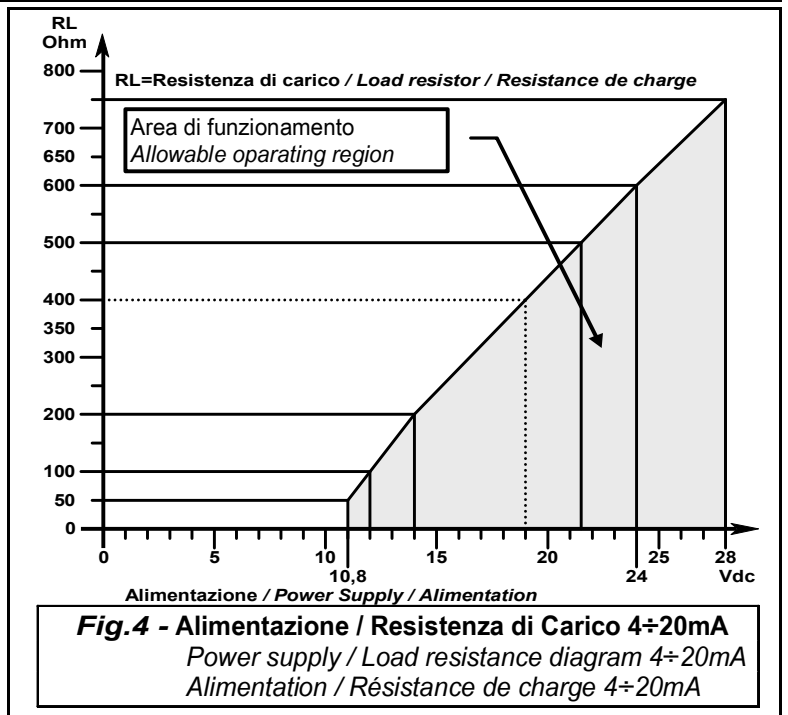

Fig. 4 - Alimentazione / Resistenza di Carico 4±20mA
Dans le cas où l'on utilise également le signal de sortie en 4÷20 mA, il convient d'utiliser du câbles à écran à 3 conducteurs + les conducteurs pour les sorties relais. Si l'on utilise une alimentation 12Vcc la résistance maximale de charge (RL) sera de 50 Ω, si on utilise une alimentation 24Vcc la RL sera de 400 Ω (Fig.4).